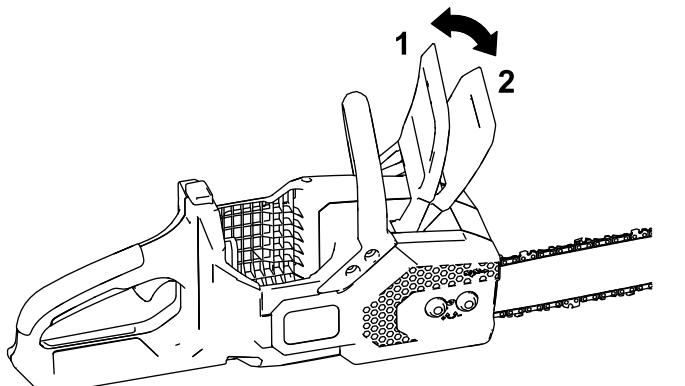

Figura 25
1. Ponga el freno de la cadena moviendo el freno de la cadena hacia adelante a la posición de PARADA (Figura 25).
4. Quite el freno de la cadena moviendo el freno de la cadena hacia atrás, a la posición de MARCHA (Figura 25).
4. Asegúrese de que el freno de la cadena esté en la posición de MARCHA (Figura 25).